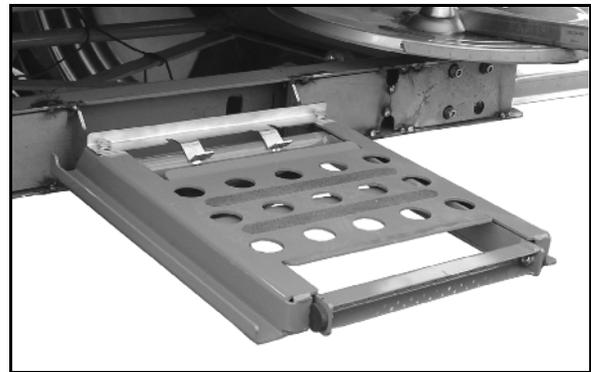

Fig. 27
- Bei Nichtgebrauch Leiter hoch schwenken (Fig. 27) und mit dem Podest nach vorne schieben.